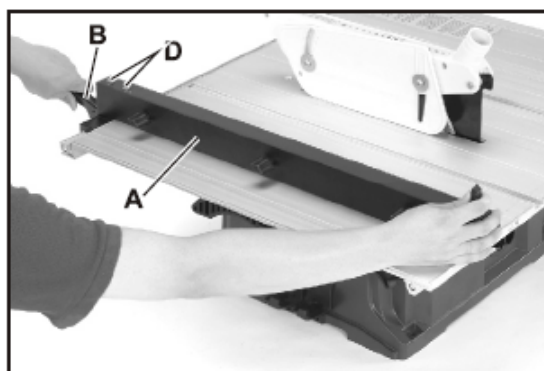

Fig 22.
5. Positionnez le guide de délignage à une des extrémités de la rainure du guide de tronçonnage, comme illustré sur la Fig. 22. Serrez le guide de délignage sur la table en rabattant le levier de blocage (B). La règle du guide délignage devra alors être alignée parallèlement à la rainure du guide de tronçonnage.
7. Desserrez les deux vis (D de la Fig. 22) et relevez le levier de blocage (B). Puis, tout en maintenant fermement le support de guide de délignage (E) contre l'avant de la table de sciage, déplacez l'extrémité arrière du guide de délignage de manière à ce qu'il soit parallèle à la rainure du guide de tronçonnage. Puis resserrez les deux vis (D) et rabattez le levier de blocage (B).
8. Si vous constatez en rabattant le levier du blocage (B) que ce dernier ne peut être verrouillé sur la table, faites-le pivoter pour le serrer sur la position appropriée et rabattez-le.